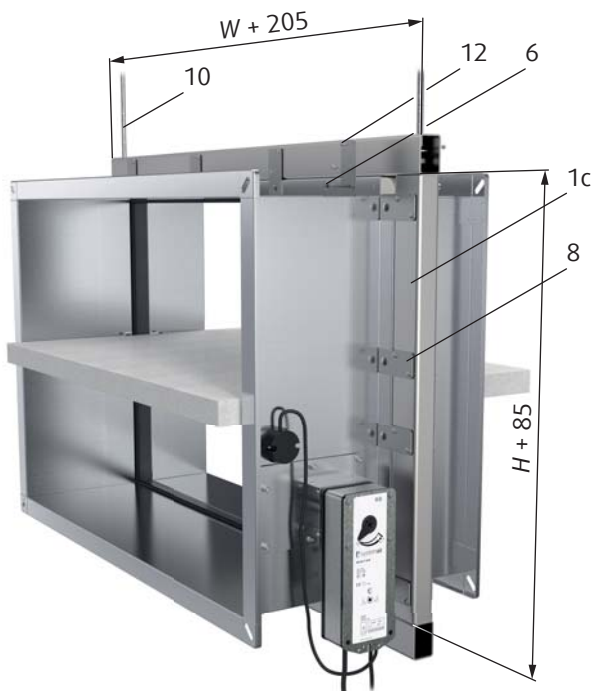

Fig. 30: Förbereda brandspjäll PKIS EI90S för installation
**(Gäller endast PKIS EI90S - see Fig. 30)**